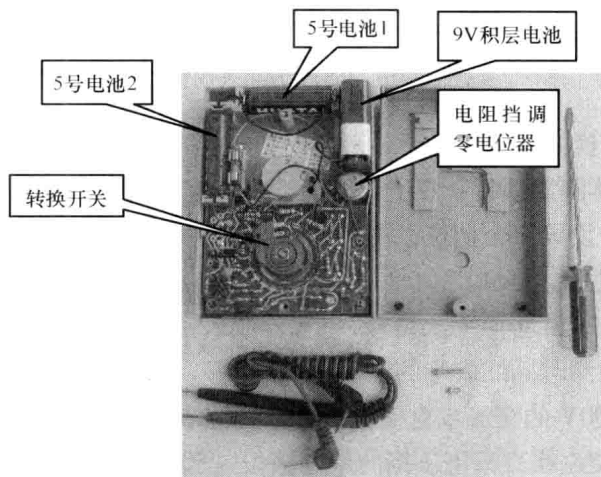

图 1-8 万用表安装电池
2) 新购置的万用表使用前应打开电池盒盖(无电池盖的需拆下整个后盖),正确地装好电池,如图1-8所示。